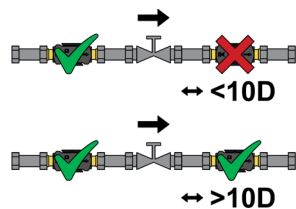

Fig.2
2. Ne positionner pas le débitmètre immédiatement à la suite d'une vanne papillon et une vanne de contrôle. Toutefois, l'installation en amont est autorisée (Fig.2);